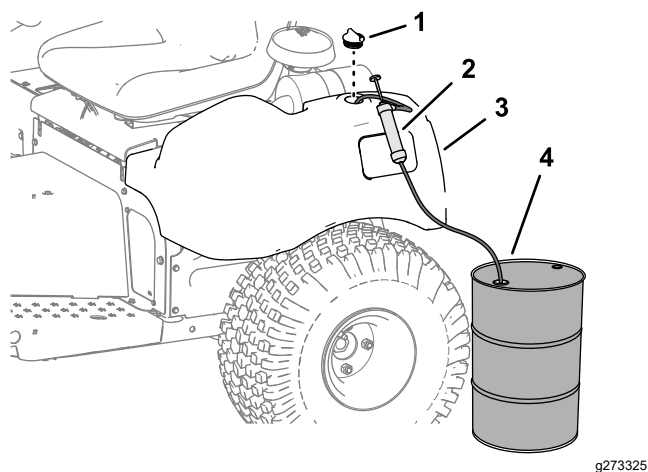

图 43
1. 从液压油箱上取下盖子 图 43。
2. 将液压油从液压油箱中泵出 图 43。